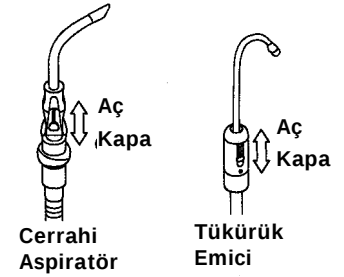

Fig. 3-19 Cerrahi Aspiratör ve Tükürük Emici
- (4) Asistan Enstrüman Tutucu (Fig.3-19)